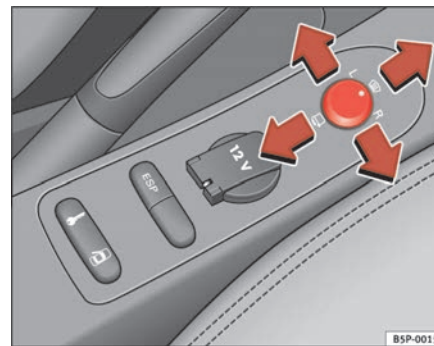

Abb. 90 Drehknopf für Außenspiegeleinstellung
1. Drehen Sie den Drehknopf ⇒ Abb. 90 in Stellung **L (linker Außenspiegel)**.
- Drehen Sie den Drehknopf nach vorne auf die mittlere Stellung ⇒ Seite 128, Abb. 90 ①, damit die Heizung der Außenspiegel und die Funktion der beheizbaren Windschutzscheibe im Bereich der Ruhestellung der Wischerblätter* einschaltet wird ⇒ Seite 124.
- Drehen Sie den Drehknopf ⇒ Seite 128, Abb. 90 in Stellung , um die Außenspiegel anzuklappen. Sie sollten die Außenspiegel immer anklappen, wenn Sie eine automatische Waschanlage durchfahren, um Beschädigungen zu vermeiden.